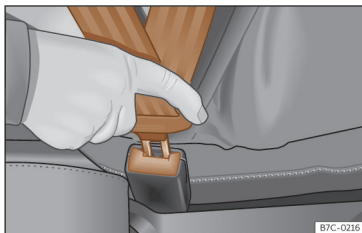

Fig. 21 Inserir a lingueta do cinto de segurança no fecho correspondente.
- Encaixe a lingueta no fecho do respetivo banco >>> **Fig. 21.**